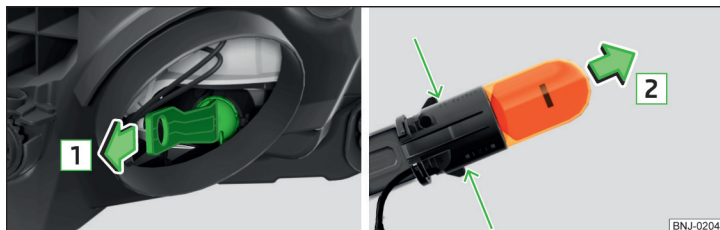

Abb. 211 Glühlampe für Fernlicht wechseln
- Den Stecker mit der Glühlampe in Pfeilrichtung **1** drehen » Abb. 211.